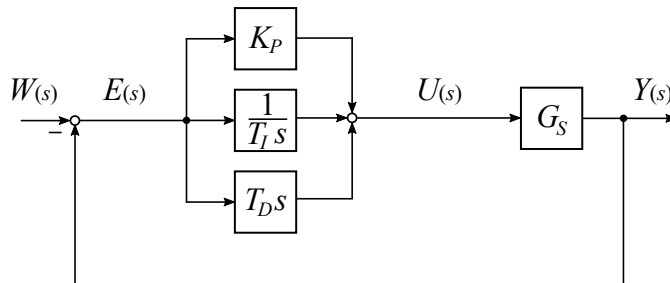

Abbildung 6: Aufgabenteil c).
c) Richtiges Bild siehe Abb. 6.